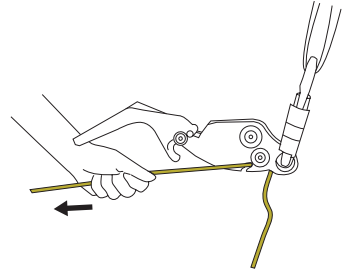

Fig. 5
6. Elimine cualquier flojedad en la línea tirando del extremo libre de la línea como se indica en la fig. 5.
Después de tensar todo lo posible la línea entre el anclaje y la persona que va a ser rescatada (fig. 5), ajuste el equipo de protección contra caídas cargado para que la persona descienda hasta que su peso resida completamente en el **SMARTLINE X**. A continuación, se puede retirar el otro equipo de protección contra caídas e iniciarse el descenso.